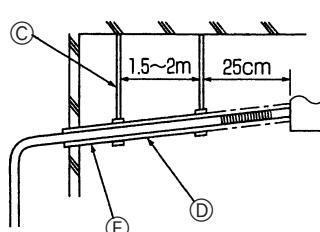

Fig. 8-2
- (4) Zorg ervoor dat de afvoerpip meer dan 1/100 afloopt (Fig. 8-2).
⑬ Steunen
⑭ Afloop meer dan 1/100.
⑮ Thermische isolatie